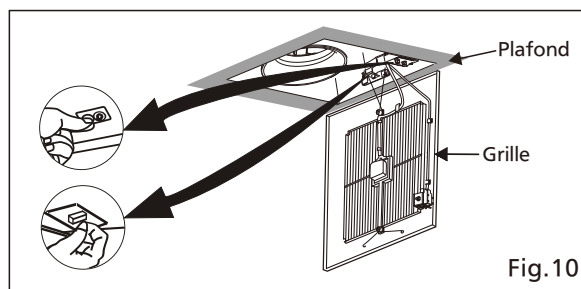

Fig.10
- Réglez Pick-A-Flow commutateur; s'il est utilisé, régler le module à plusieurs vitesses touche de présélection FV-VS15VK1. (Voir Fig.10)